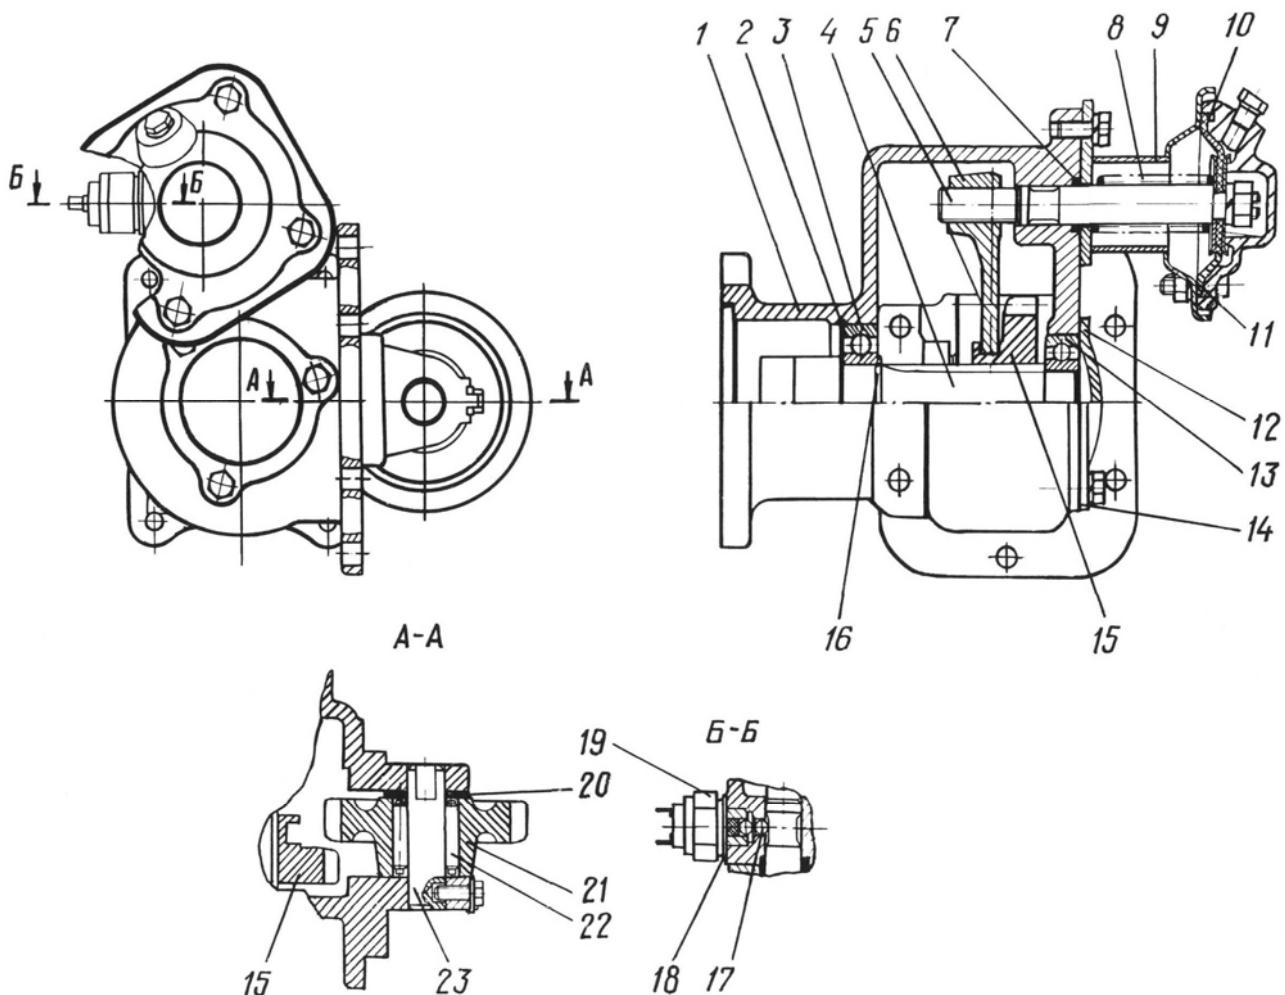

Рис.21. Коробка отбора мощности:
Коробка отбора мощности (рис.21) установлена на коробке передач с правой стороны автомобиля. К торцу картера коробки отбора мощности прикреплен масляный насос НШ50А-ЗЛ. Соединение вала насоса с ведомой шестерней осуществляется с помощью полумуфты и призмы. Ведущая шестерня 21 находится в постоянном зацеплении с шестерней отбора мощности коробки передач.
1. Отвернуть болт, стопорящий ось 23 (см. рис.21) ведущей шестерни, предварительно отогнув замковую шайбу. Выпрессовать из картера 1 коробки ось 23, извлечь ведущую шестерню 21 и прокладку 20. При необходимости вынуть из шестерни подшипник 22.